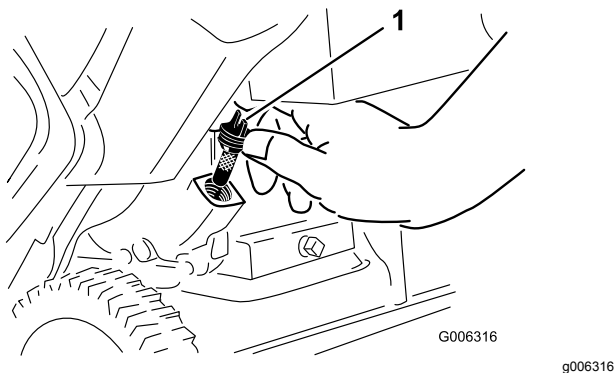

图22
6. 清理加油盖图22附近的区域。
7. 拧松加油盖并取下图22。